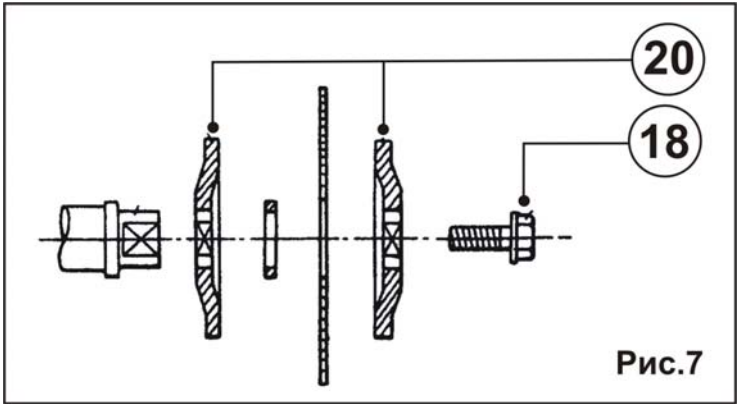

Рис.7
Установите внутренний фланец (20), Рис.7, переходное кольцо, соответствующее посадочному отверстию вашего диска, пильный диск (19) на шпindelь, как показано на Рис.5; убедитесь, что зубья пильного диска направлены вниз в его передней части. Установите внешний фланец (20) и болт с шестигранной головкой (18), Рис.7, и, используя торцевой ключ, затяните шестигранный болт (18), Рис.6,7, вращением против часовой стрелки, все время придерживая в нажатом состоянии кнопку блокировки пильного диска (28), Рис.4. Установите на место кожух шпинделя (17) и защитный кожух (6), Рис. 3.